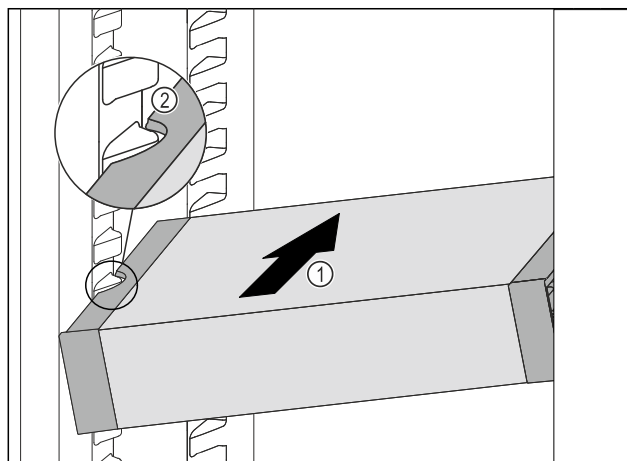

Fig. 106
- Skub VarioSafe skråt ind i kølesektionen, Fig. 106 (1) indtil udsparringerne i siden Fig. 106 (2) på VarioSafe er på niveau med beholderribben i kølesektionen.